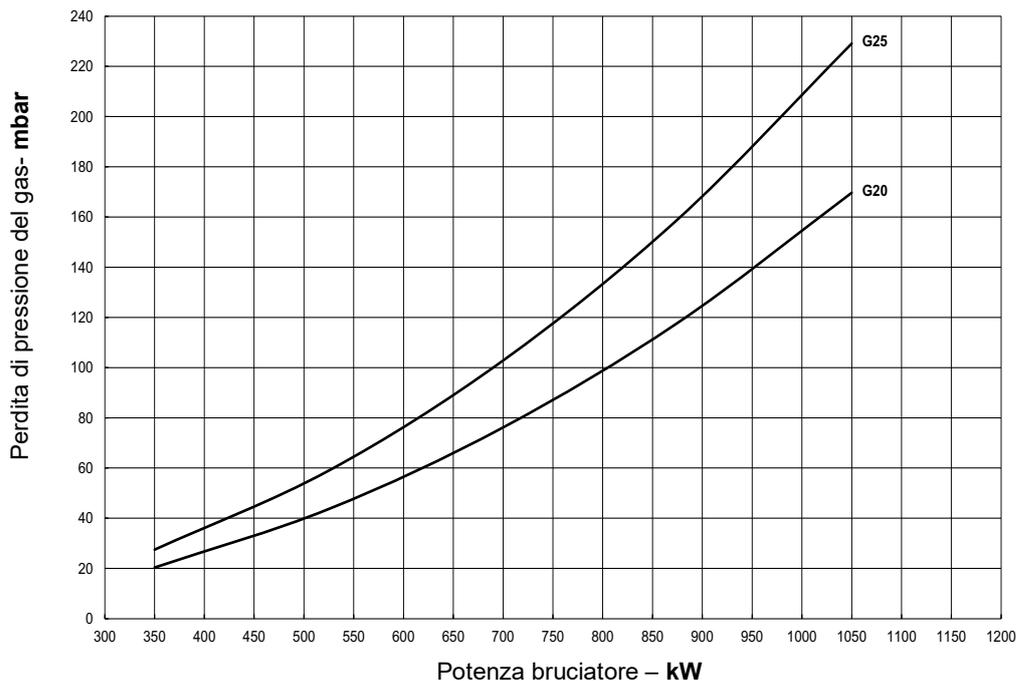
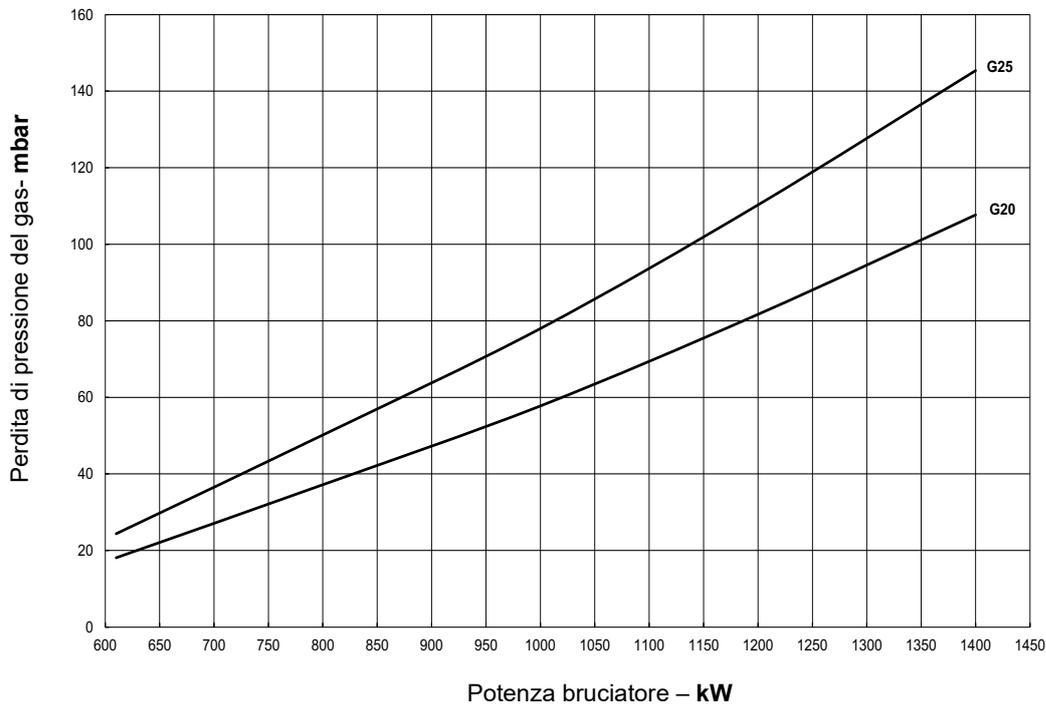
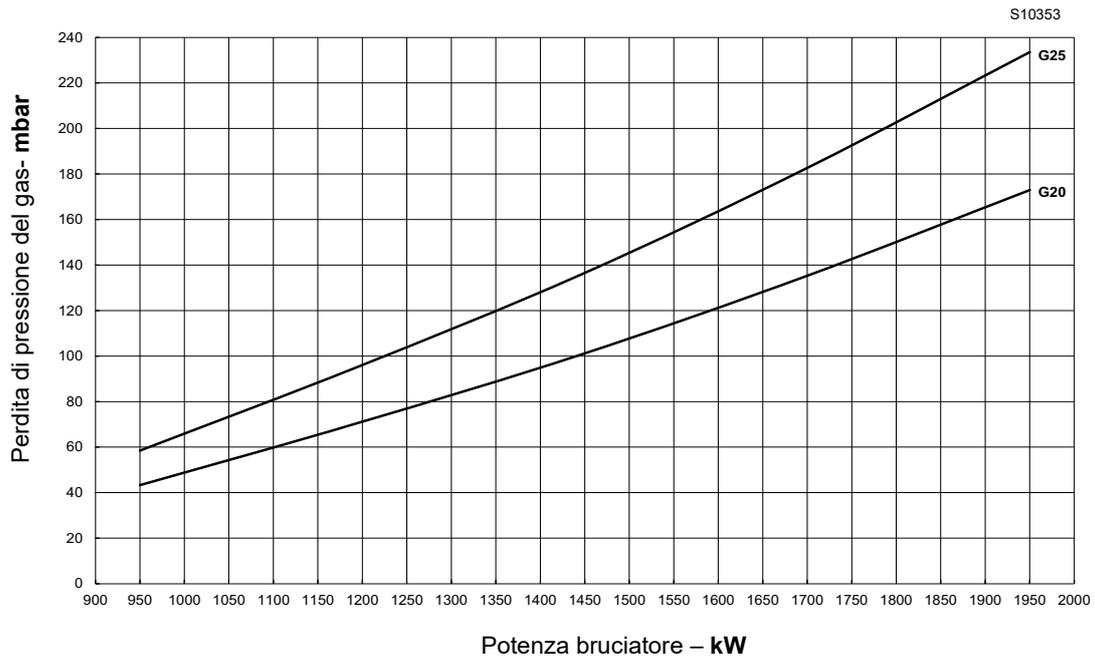
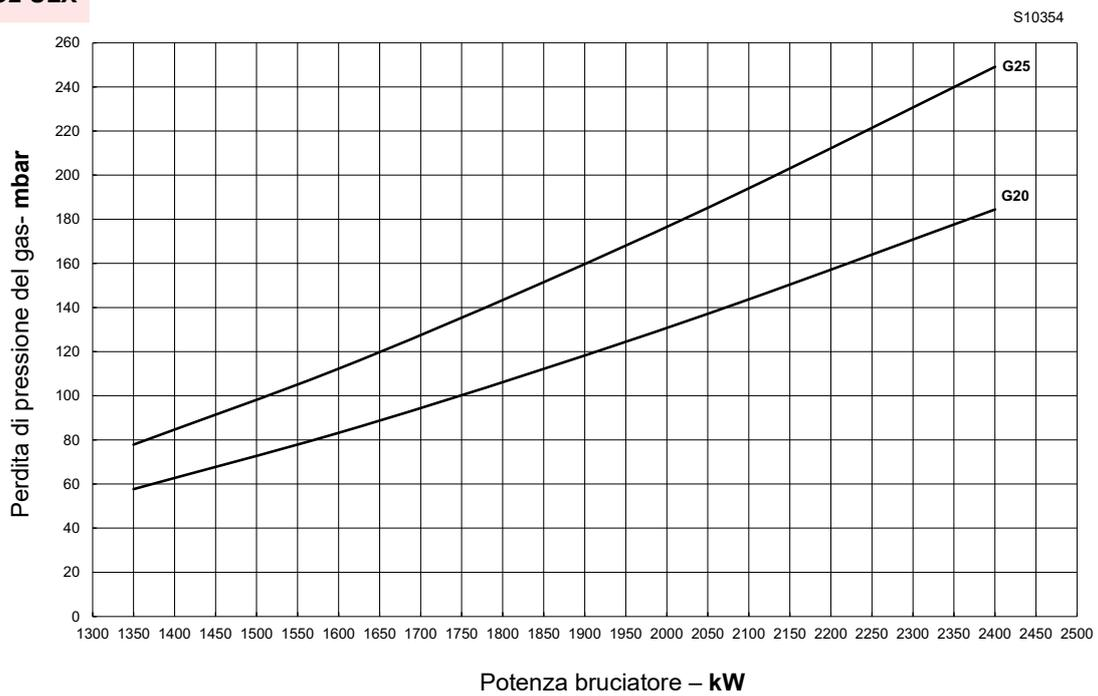

Fig. 25
Fig. 26
Fig. 27
Fig. 28
- Inserire il valore in mbar (Fig. 25, Fig. 26, Fig. 27 e Fig. 28) e leggere la potenza corrispondente sulla linea.
- trovare il valore di potenza più vicino (Fig. 25, Fig. 26, Fig. 27 e Fig. 28).